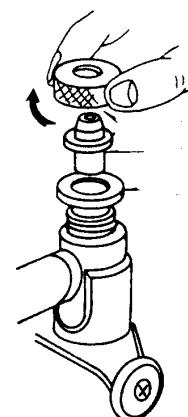

Figura 3
- Para la dimensión de medición deseado seleccione la barra interchangeable apropiada, arandelas intercambiables y sub yunque y los puso en la unidad principal. Véase la Figura 3.